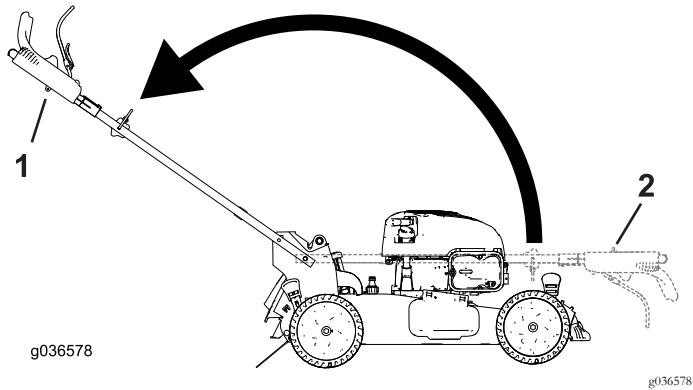

Figura 7
3. Aprite la stegola in posizione di guida, ruotandola all'indietro (Figura 7).